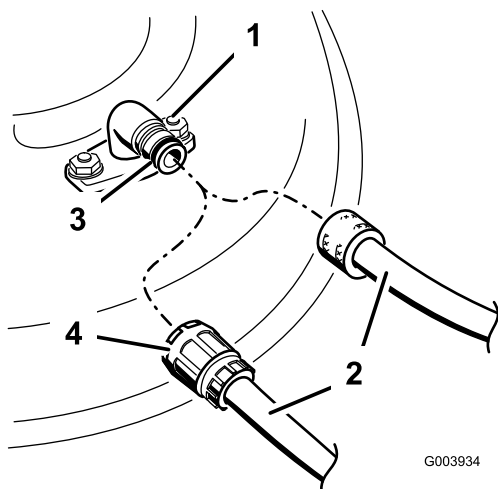

Figura 62
3. Conecte el acoplamiento de la manguera al extremo del conector de lavado del cortacésped, y abra el grifo al máximo (Figura 62).